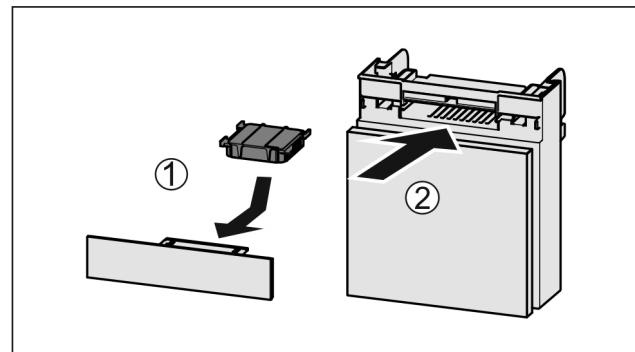

Fig. 39
- Установите фильтр с активированным углем, как показано на рисунке Fig. 39 (1).
- Вставьте отделение Fig. 39 (2).